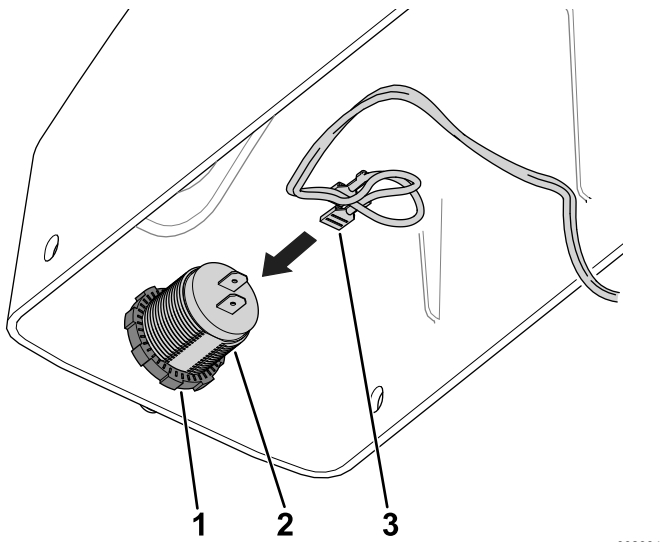

図 3
5. 外したジャムナットを使用して駐車ブレーキカバーにUSBポートを固定する 図 3。
6. ワイヤハーネスの端部ラベルは USB PORTを、USBポート 図 3に接続する。